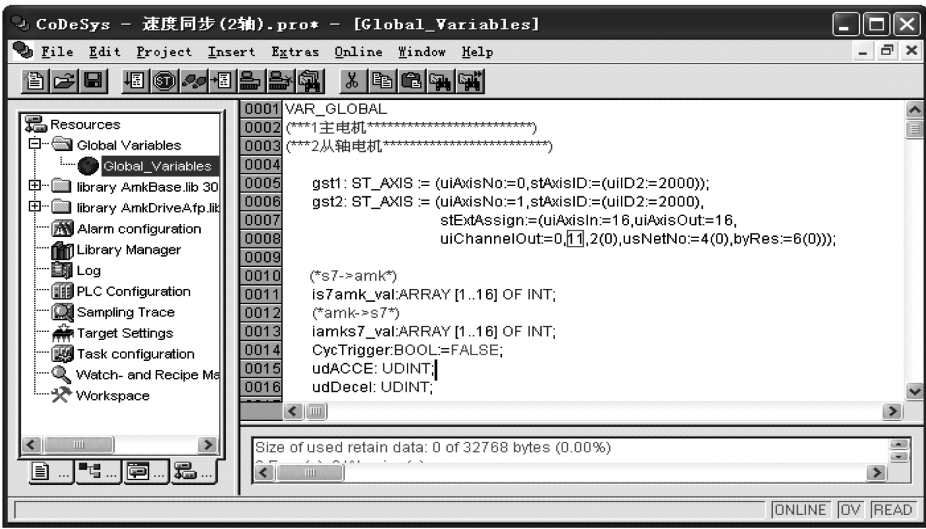

图 5-17 “Global _ Variables”全局变量表中定义轴结构体及相关变量（一）
11) 在“Global _ Variables”全局变量表中定义电动机轴结构体，如图 5-17 所示同时定义 is7amk_val、iamks7_val、CycTrigger、udACCE、udDecel 变量。